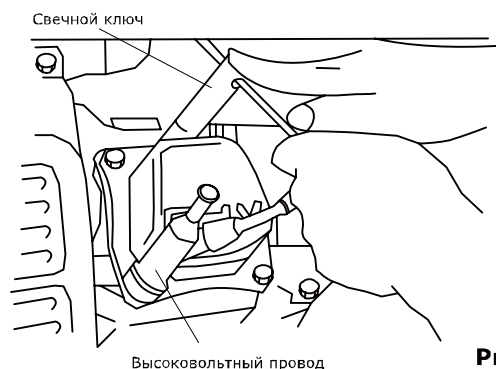
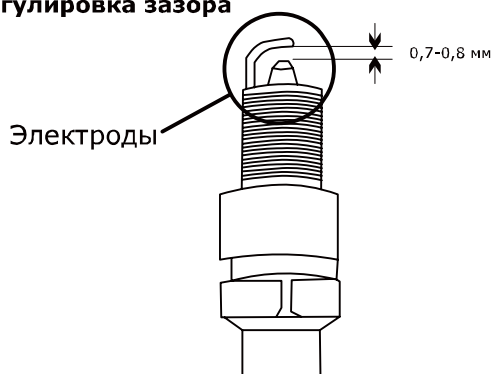

Рис. 20
Рис. 21
- Выверните свечным шестигранным ключом, входящим в комплект поставки, и осмотрите свечу (рис. 20). Электроды свечи должны иметь светло-коричневый цвет (рис. 21).
- Проверьте величину зазора между заземляющим и центральным электродами, используя специальный щуп. При необходимости установите зазор 0,76 мм (рис. 21).